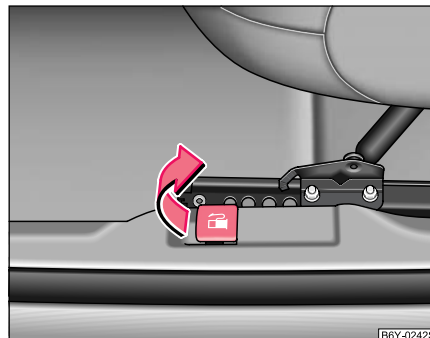

Fig. 121 Palanca para apertura de la tapa del depósito
- La tapa del depósito se abre tirando de la palanca de accionamiento* junto al asiento del conductor ⇒ **página 175, fig. 121** o abatiendo en la boca de llenado de combustible.
- Desenroscar el tapón del depósito girándolo hacia la izquierda y colocarlo por arriba en la tapa del depósito ⇒ **página 175, fig. 121**.